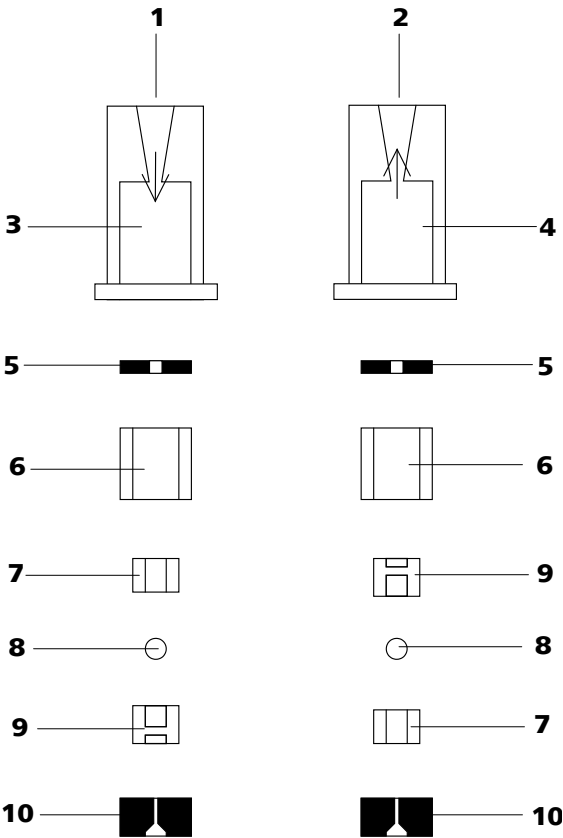

图 43 进口阀和出口阀的组成部分
- 按正确顺序将其他的阀门组件（参见图 43，第 73 页）依次放好。